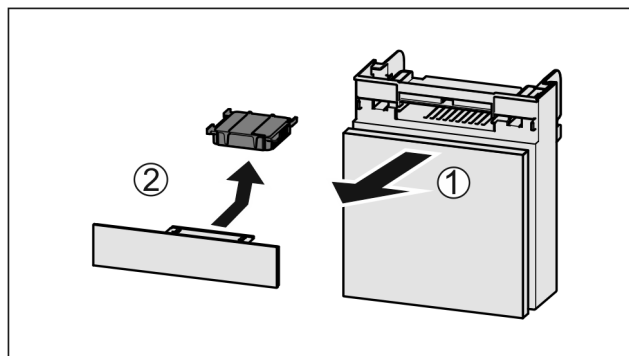

Fig. 98
- ▶ Træk rummet fremad Fig. 98 (1).
- ▶ Tag aktivkulfilteret Fig. 98 (2) ud.